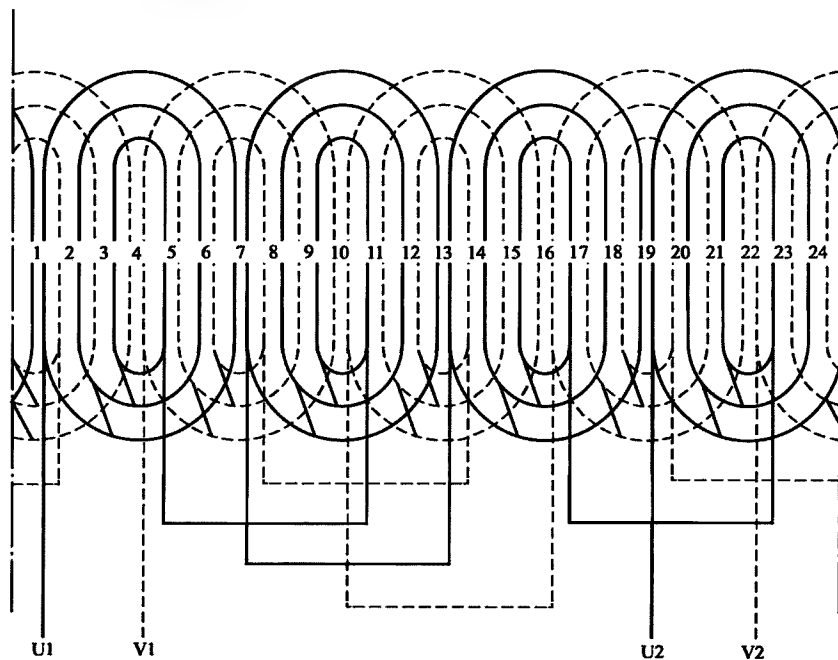

图 4-9 单相 4 极 24 槽正弦绕组 1 路接法展开图 (1)
9. 单相 4 极 24 槽正弦绕组 1 路接法展开图 (1) (见图 4-9)